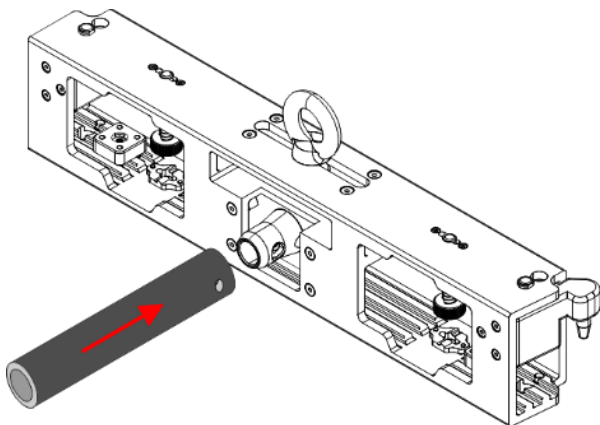

Fig. 14
- 01) Coloque el P-truss delante de la **abertura para instalación en truss (05)** como se muestra en la Fig. 14.